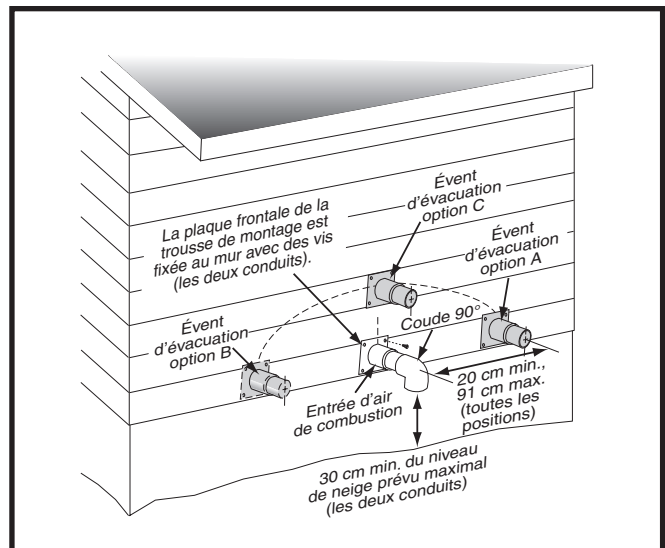
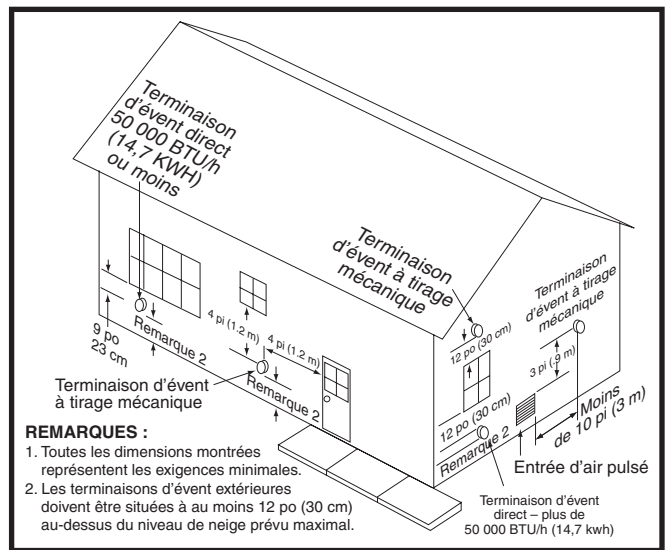
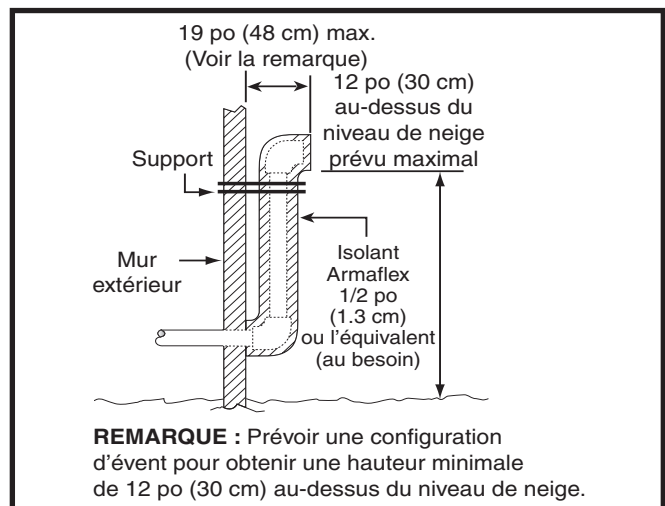
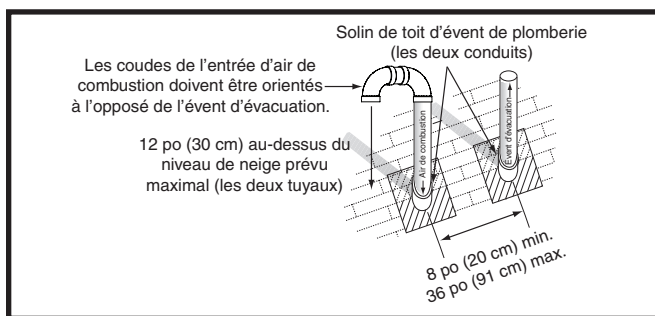

Figure 7. Dégagements du conduit d'admission et du conduit d'évacuation
Figure 8. Emplacements de l'évent
Figure 9. Autre installation d'un conduit d'évent horizontal
Figure 10. Terminaison d'évent vertical
- Si on utilise un système à évacuation directe (2 conduits), l'admission d'air de combustion et l'évacuation doivent être situées dans la même zone de pression atmosphérique. Cela signifie que les deux conduits doivent sortir du bâtiment par la même section de mur extérieur ou de toit, comme indiqué aux Figure 7, Figure 8, Figure 9, et Figure 10.
- Les terminaisons d'évent et d'admission d'air de combustion doivent être installées comme indiqué aux Figure 7 et Figure 8, et conformément à ces directives :
- Tous les dégagements minimaux doivent être maintenus pour protéger les matériaux du bâtiment contre la dégradation causée par les gaz de combustion. Consulter la Figure 7.
- Lorsque le conduit d'évent doit sortir par un mur extérieur à proximité du niveau du sol ou du niveau de neige prévu et qu'il n'est pas possible d'obtenir les dégagements indiqués à la Figure 7 \(page 10\), il est possible d'utiliser une conduite montante, comme indiqué à la Figure 9. Il faut utiliser de l'isolant pour éviter le gel de cette section de conduit. Consulter le Tableau 2 \(page 11\) pour la protection contre le gel de l'évent.
Les exigences relatives à l'espacement des terminaisons entre le toit et entre chaque terminaison sont indiquées à la Figure 10. L'endroit où le conduit traverse le toit doit être doté d'un solin approprié et étanche; on peut utiliser un chaperon de toit ou un solin équivalent. La tuyauterie d'évent et la tuyauterie d'air de combustion peuvent être installées dans une cheminée existante non utilisée, à condition que :
- les dégagements de terminaison indiqués à la Figure 10 soient maintenus;